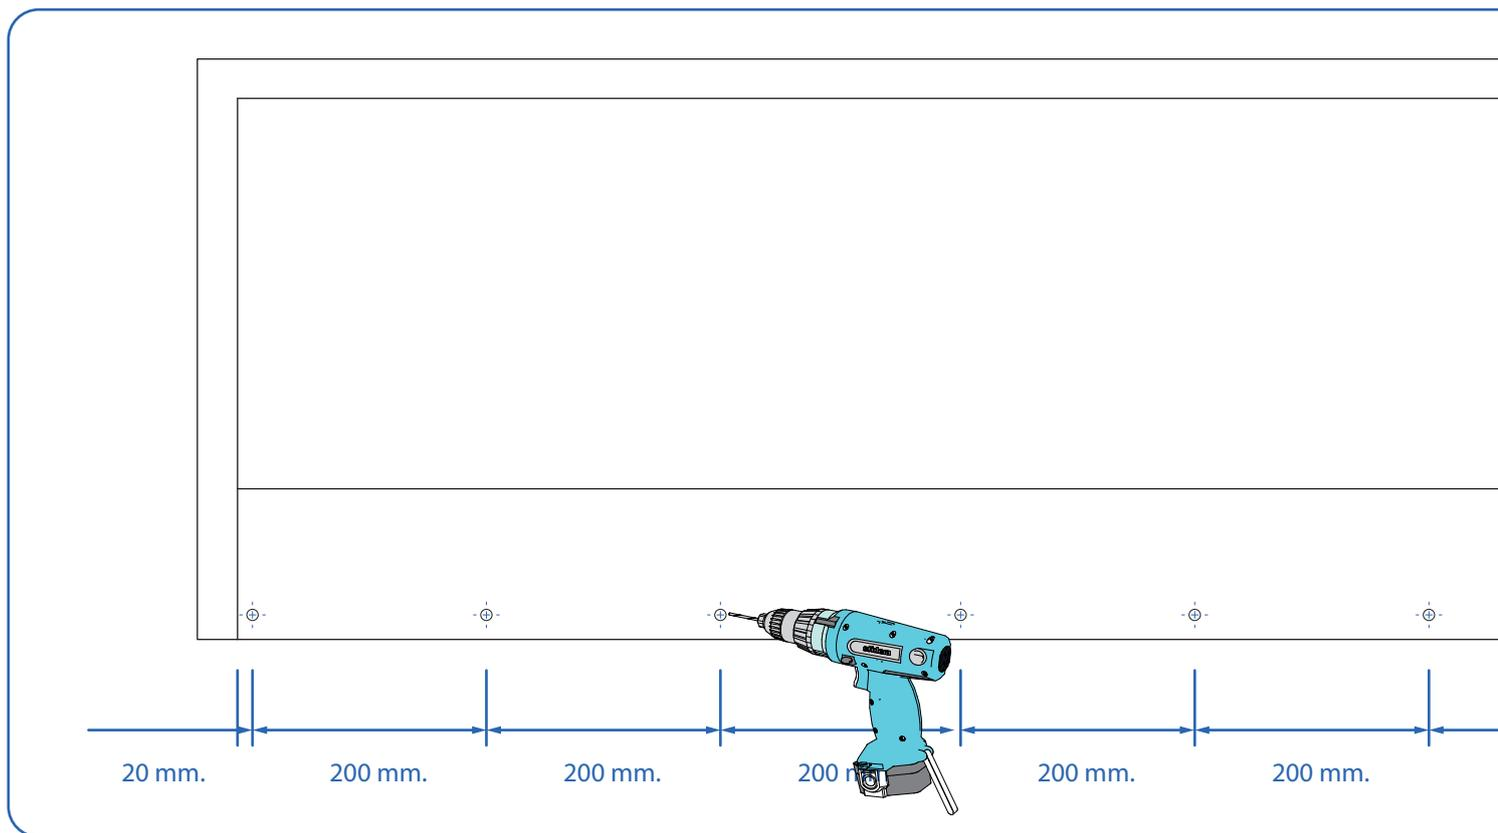

Fig. 04. Medidas a las que hay que hacer los agujeros de $\varnothing 8$ en el cubreventanas para poner los tornillos.
- Hacer unos agujeros de $\varnothing 8$ mm. en el cubreventanas en la posición que se indica en la Fig. 04.